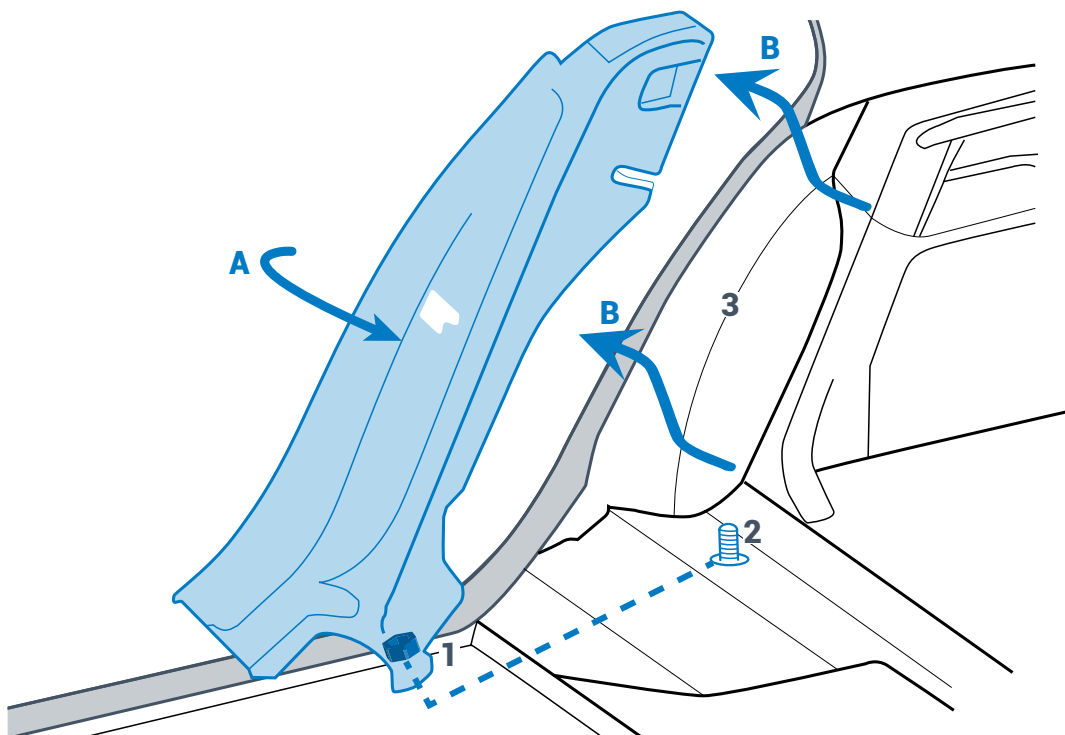

Fig. 6
- 6.2.5 Togliere il dado **1** dal bullone **2** (Fig. 6).
- 6.2.6 Rimuovere il rivestimento dalla carrozzeria (Fig. 6 punto 3).